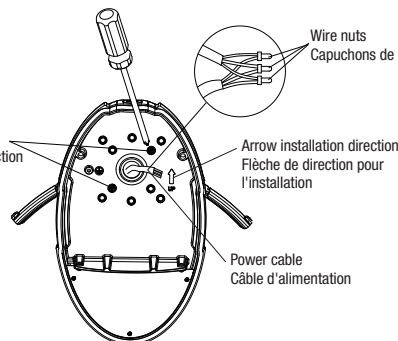

Fig. 1F
- NOTE:** The luminaire must be installed vertically on the wall by following the arrow direction placed inside the housing (Fig. 1F).
- Make wire connections inside the junction box using wire nuts (Fig. 1F and Fig. 3):
- Install the rear housing on the wall and recessed junction box using the two screws and a cross screwdriver (Fig. 1F). For non-even wall surfaces, it's recommended to add caulking around the junction box.
- NOTE :** Le luminaire doit être installé verticalement sur le mur en suivant le sens de la flèche placée à l'intérieur du boîtier (Fig. 1F).
- Effectuez les connexions électriques à l'intérieur de la boîte de jonction à l'aide des capuchons de connexion (Fig. 1F and Fig. 3):
- Installer le boîtier arrière sur le mur et la boîte de jonction encastré à l'aide des deux vis et d'un tournevis cruciforme (Fig. 1F). Pour les surfaces murales inégales, il est recommandé d'ajouter du caoutchouc autour de la boîte de jonction.